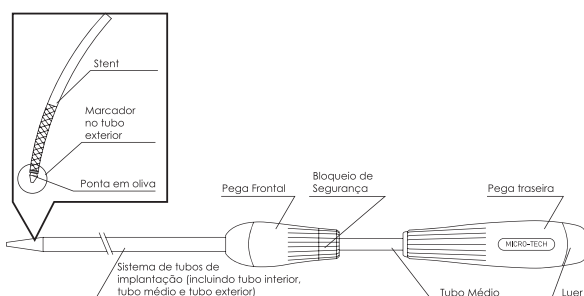

Fig. 1a Sistema de Implantação de Stent Intestinal OTW
- O Sistema de Implantação de Stent intestinal é constituído por dois componentes: O stent metálico implantável e o sistema de implantação (ver fig. 1a, 1b e 1c). Este stent é feito de fio de Nitinol entrançado em forma de malha. Este formato pode tornar o stent mais flexível, adaptável e autoexpansível. O sistema de Implantação consiste em três tubos coaxiais. O tubo exterior serve para comprimir o stent até ao momento de o retrair durante a instalação deste. Bandas marcadoras radiopacas, situadas nos tubos interior e exterior, ajudam a visualização durante a instalação. O tubo interior contém um lúmen central que acomoda um fio-guia de 0,035 pol/0,889 mm.